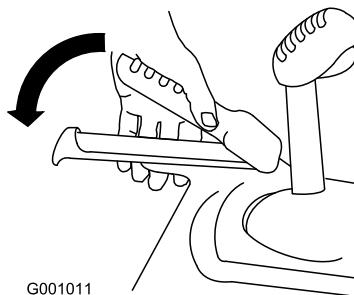

Figure 20
6. Serrez le levier gauche (déplacement) contre la poignée (Figure 20).
3. Serrez le levier gauche (déplacement) contre la poignée (Figure 20).